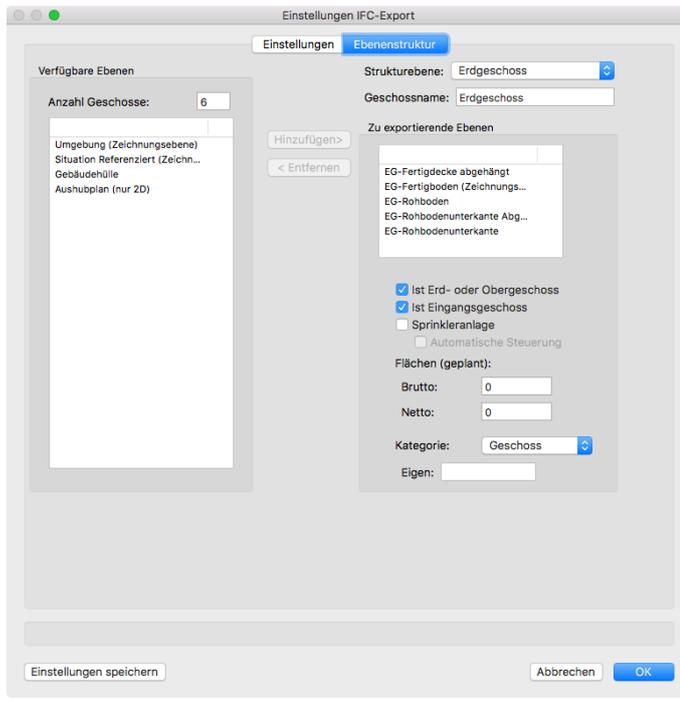

BILD 26
- Bestimmen Sie im Reiter **Ebenenstruktur**, welche Ebenen exportiert werden sollen und welche Geschosssnamen ihnen beim Export zugewiesen werden (BILD 26). Wenn ein Geländemodell der Strukturebene „Grundstück“ zugeordnet wird und als IFC-Objekt markiert wurde, wird es ebenfalls exportiert.